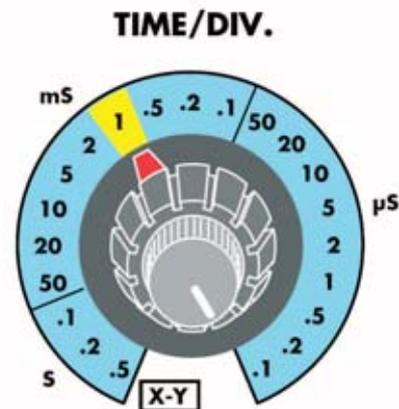

Fig.4 Para ver la señal con el aspecto mostrado en las Figs.8-9-10 hay que posicionar el control Time/Div. en 1 milisegundo.
- Ajustar el selector **Time/Div.** a un tiempo de **1 milisegundo** (ver Fig.4) de forma que se vea en pantalla la señal obtenida del **Generador RF** (ver Fig.9).
- E: Selector de la Base de Tiempos o Time/Div. (ver Fig.4).